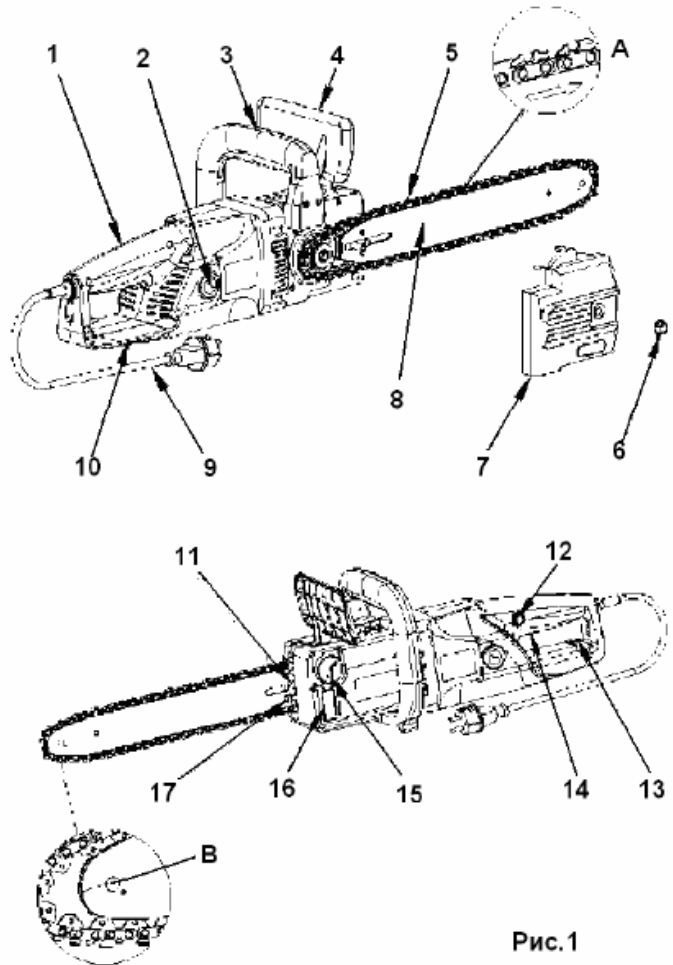
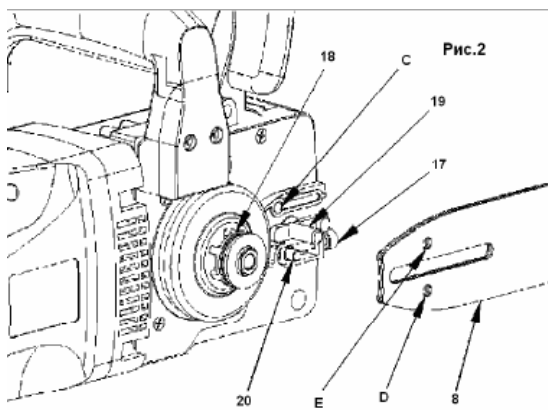

Рис.1
Рис.2
Если вы видите следы масла на цепи, то пила работает нормально. Если на цепи масло отсутствует, то прочистьте масловыпускное отверстие (Рис.2), верхнее отверстие шины и шланг подачи масла, или обратитесь в сервисный центр.
Направляющая шина и пильная цепь поставляются отдельно (в разборном виде). Сначала открутите крепежный винт (6 Рис.1) и снимите крышку, закрывающую натяжной механизм направляющей шины пилы (7 Рис.1). Нижний болт натяжения (20 Рис.2), должен находиться по центру прорези направляющей шины. Если необходимо, более точно отрегулируйте натяжение цепи с помощью винта (17 Рис.2).
Всегда используйте специальные перчатки для защиты рук при монтаже цепи, проверке натяжения, сборке и разборке. Перед монтажом цепи на направляющую шину, проверьте направление режущих зубцов цепи (заточенная сторона зубцов). Направление движения цепи, указано на крышке (7) (Рис 3). Для того, чтобы определить направление пиления, если необходимо, переверните ее (5). Надевая цепь на шину, держите пилу с направляющей шиной (8) вертикально, концом шины вверх (5). Монтаж цепи начинайте с наконечника шины (8). Монтаж цепи на шину начинайте следующим образом: Установите направляющую шину с пильной цепью на болт (19) и на болт регулировки натяжения цепи (20). Наденьте цепь на звездочку (18) Проверьте еще раз правильное направление установки цепи (См. Рис. 1). Наденьте крышку (7 Рис.1), и закрутите крепежную гайку (6 Рис.1) гаечным ключом. Теперь цепь смонтирована на направляющую шину правильно.
Убедитесь, что цепь (5) находится в пазах направляющей шины (8) (Рис.1 а). Используя шестигранный ключ, поверните винт регулировки натяжения цепи (17) по часовой стрелке до тех пор, пока цепь не будет правильно натянута. Во время затягивания винта (20), направляющую шину необходимо держать вертикально вверх. Проверьте натяжение цепи еще раз (См. Рис. 3). Не натягивайте цепь очень туго. В холодную погоду цепь должна приподниматься от направляющего бруска приблизительно на 5 мм. Затяните туго контргайку (6).
Чтобы предотвратить попадание грязи в масляный бачок, протрите крышку бачка (22) перед тем как ее открыть. Следите за уровнем масла в масляном бачке в процессе пиления, уровень масла смотреть в окошечке (16 Рис.1, 4). После доливки масла, плотно закрутите крышку бачка и вытрите пролитое масло.